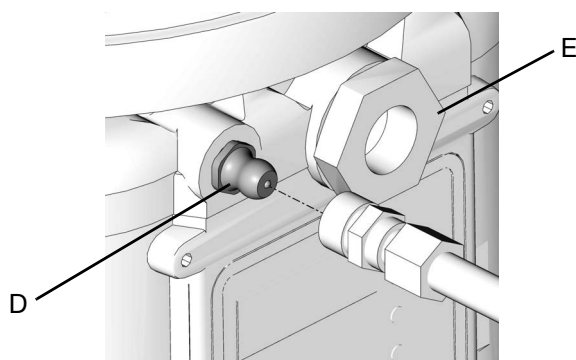

Рис. 13
1. Подсоедините заправочный шланг к впускному фитингу масленки (D) (Рис. 13).